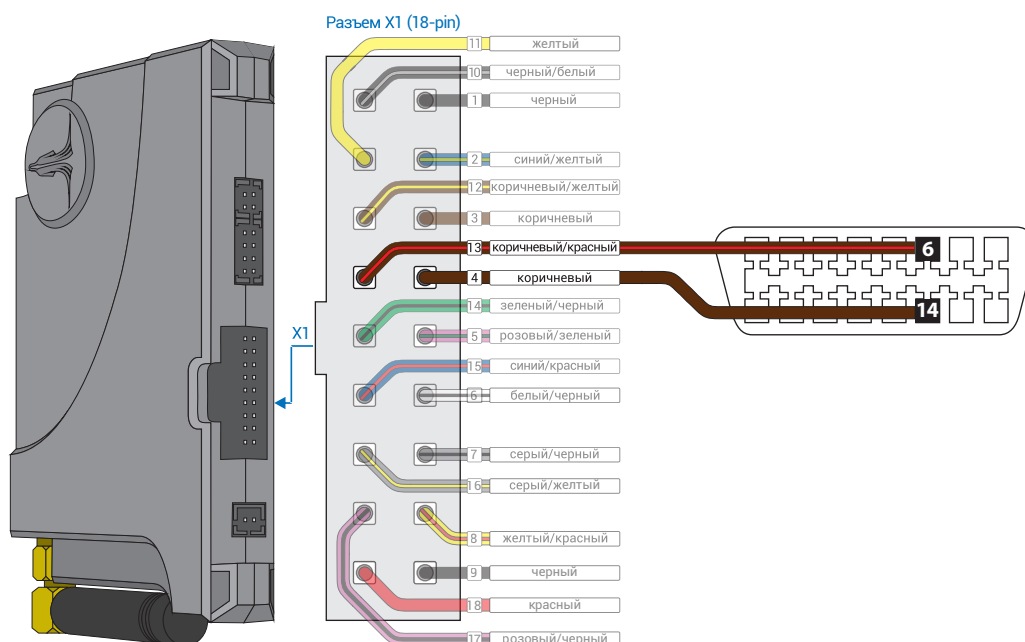

Рис.1 Призрак-8xx
1. Осуществите подключение CAN-шины (см. рис. 1) и согласуйте систему Призрак с а/м (см. Integrator).